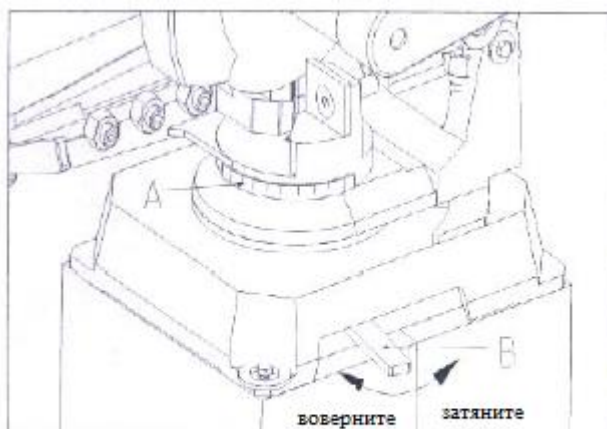

Fig 5.06
**Распиловка под углом.** Потяните зажимной стержень (рис. 5.06Б) вправо и поверните пильный узел в требуемое положение под углом. Положение можно определить по делению шкалы (рис. 5.06А). Затем снова закрепите зажимной стержень. Не прикладывайте ненужных усилий, достаточно легкого натяжения. Перед зажимом материала проверьте, полностью ли свободно проходит пила между зажимами тисков для материала. Расположите стальные тиски как можно ближе к пиле.